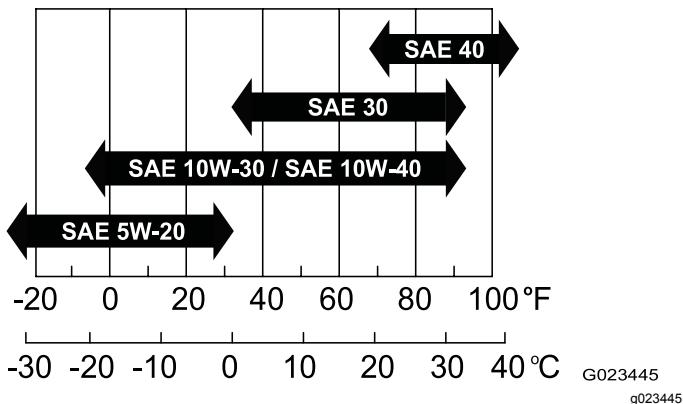

Figura 37
- Viscosidade:** SAE 30; consulte a tabela seguinte para outras viscosidades (Figura 37):